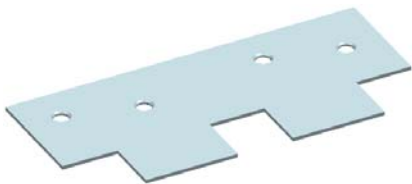

图 3-132 突出块特征编辑完毕的钣金零件体
(5) 在如图 3-129 所示对话框中，单击 按钮，突出块特征编辑完毕，如图 3-132 所示。